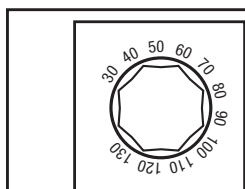

Figure 8
2. Determine the CFM required. The unit can be set from 30 CFM to 130 CFM in increments of 10 CFM (**Figure 8**).
2. Déterminez le CFM requis. L'unité peut être réglée de 30 CFM à 130 CFM par incréments de 10 CFM (**Figure 8**).